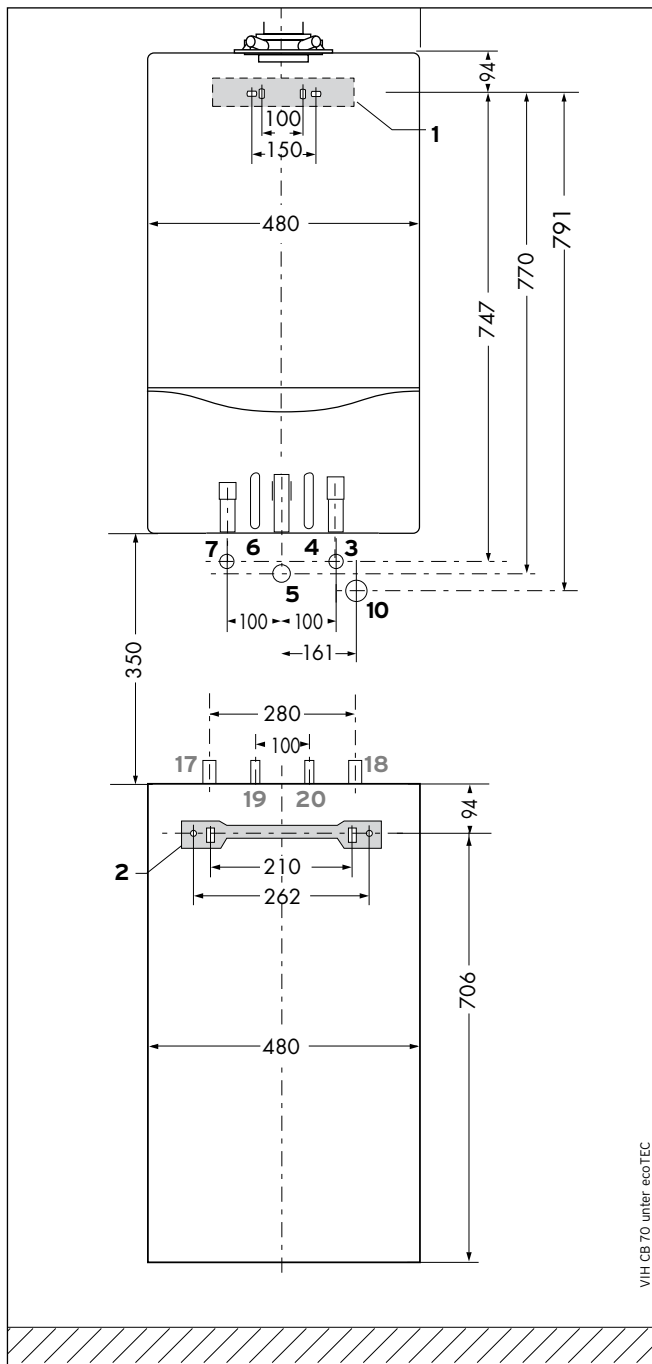

Abb. 4.3 Montage VIH CB 70 unter Brennwert Heizgeräten
- Befestigungsbohrungen entsprechend der Abbildung 4.3 anbringen.
Legende zu Abb. 4.3: